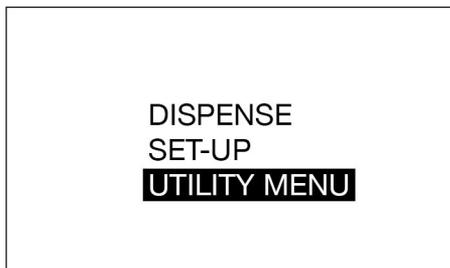

FIG. 23
**REMARQUE :** cette autre procédure d'étalonnage est utilisée lorsqu'aucun flacon volumétrique étalonné d'un (1) quart US ou d'un (1) litre n'est disponible.
4. Sélectionner l'option MENU UTILITAIRE (FIG. 23).